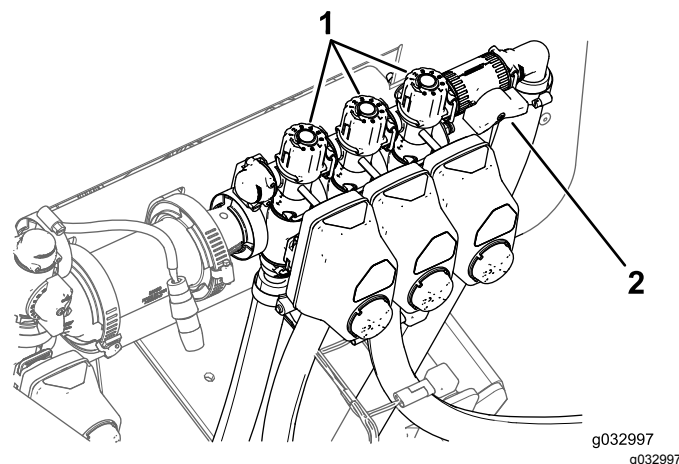

Figura 47
- Desactive el brazo izquierdo y ajuste el pomo de desvío de los brazos (Figura 47) hasta que el caudal mostrado esté en el nivel anterior según la tabla.
13. Ajuste el pomo de desvío del brazo derecho (Figura 47) hasta que el caudal mostrado esté en el nivel anterior según la tabla.
15. Ajuste el pomo de desvío del brazo central (Figura 47) hasta que el caudal mostrado esté en el nivel anterior según la tabla.